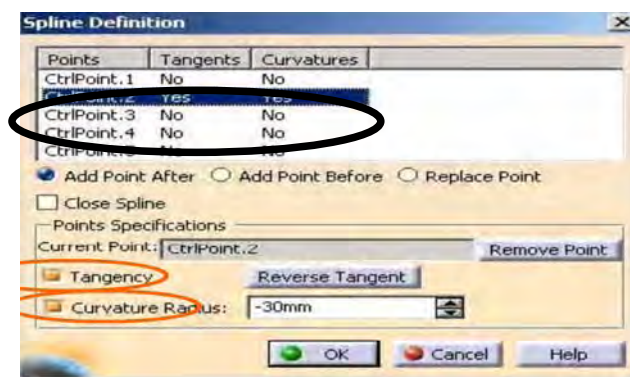

Figura 2.18: VENTANA SPLINE DEFINITION
- ☞ **CURVATURE RADIUS:** Permite definir la curvatura de la Spline en punto seleccionado. En el cuadro de la ventana Spline quedará remarcada la curvatura como YES.(figura 2.18)